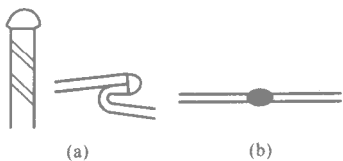

图 1-10 碳模隔离熔焊接头形状
3) 操作过程：准备工作同“（3）焊接操作过程”的 1)、和 3)；将清理好的铝线扭紧剪齐并涂上用蒸馏水调成糊状的焊剂（牌号为铝焊粉 401）；接通电源将模加热发红稳定后移至焊头上方约  $1 \sim 1.5\text{cm}$ ，见焊头熔化向下淌的瞬间迅速将模移开即可，采用此法焊成的并接焊头形状如图 1-10 (a) 所示；
如果导线需要对焊，可视导线的规格在石墨块（也可用碳刷）上制成一个截面为  $1.2a \times 1.2b$  的 U 形槽（ $a$ 、 $b$  分别为导线的宽度、厚度），将清理好的导线放入槽内，导线间留有  $2 \sim 3\text{mm}$  空隙，空隙处放入焊料，然后涂上焊剂接通电源进行焊接，采用此法焊成的对接焊头形状见图 1-10 (b) 所示；焊后的接头须用热水进行认真的清洗。